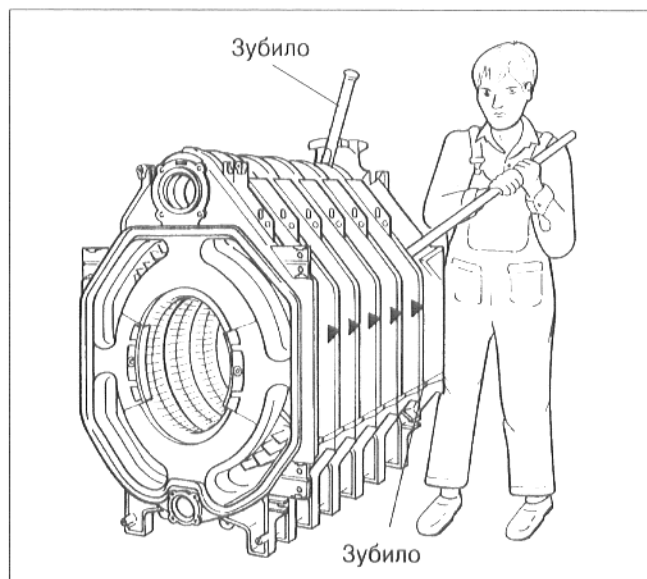

Рис. 16
- Разъединить котел у места утечки. Для этого надо вбить плоские клинья (зубило) у кулачков сбоку сверху и внизу у предусмотренных для этого точек между элементами, там где наблюдалась негерметичность (рис. 16).